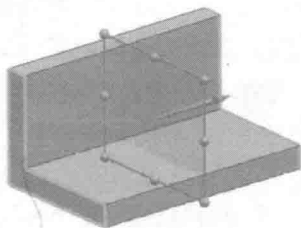

图 1-6 创建两个面的二等分基准平面
① 选择【插入】|【基准/点】|【基准平面】命令或单击【特征操作】工具栏上的【基准平面】按钮,出现【基准平面】对话框,在【类型】下拉列表框中选择【自动判断】选项,选择两个面,如图 1-6 所示,单击【确定】按钮,创建两个面的二等分基准平面。